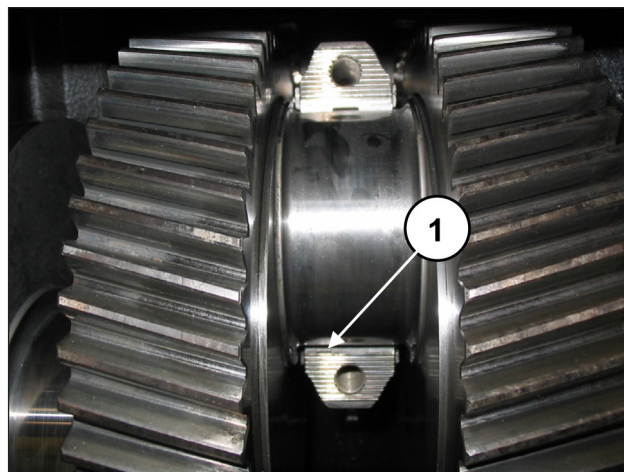

Рис. 81
Для правильности сборки полуподшипников убедитесь, что контрольная шпонка полуподшипников попадает в специальный паз на половинке шатуна (поз. ①, Рис. 81).